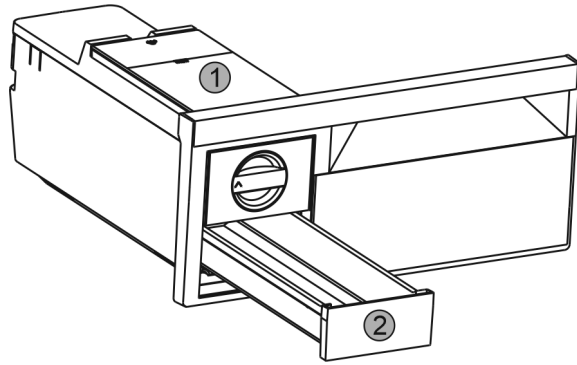

Fig. 37
- ▶ Retirar el depósito de agua Fig. 37 (1) y el cajón de cubitos de hielo Fig. 37 (2).